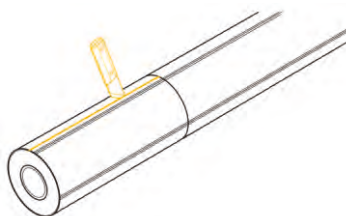

Рис. 5.6.3
3. Надрезать защитную оболочку от надреза до торца трубы (рис. 5.6.3). Глубина надреза - не более 10 мм.